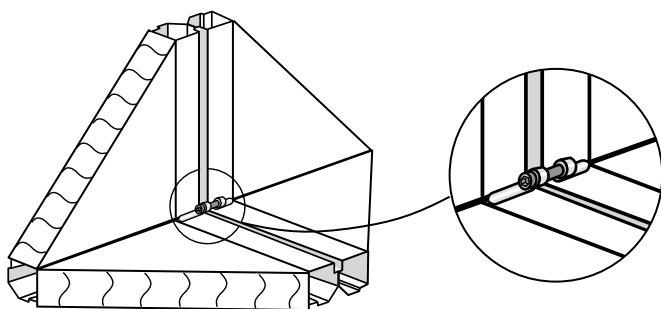

Fig. 4
3. Skub blokkene sammen, så styrepindene går ind i hjørnet på den tilstødende blok. Se fig. 4.
4. Indvendig sammenskruning: Monter låsekrogen med en skrue i hvert hjørne og tilspænd skrueerne skiftevis med en 6 mm unbrakonøgle. Se fig. 4.